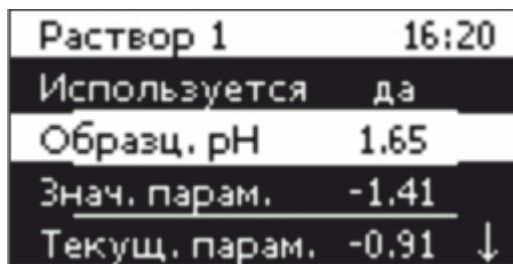

Рисунок 5.5 Окно калибровки прибора по Раствору 1
- 4 Зайти в меню калибровки прибора (Рисунок 5.4), выбрать Раствор 1. В появившемся окне установить использование раствора «да» и выбрать его номинальное значение (образц.рН) из списка доступных значений (Рисунок 5.5).